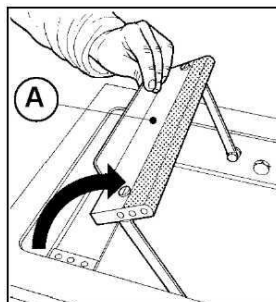

Рис. 1
- 2) Поднять планку, повернув ее вверх (А - рис.1)